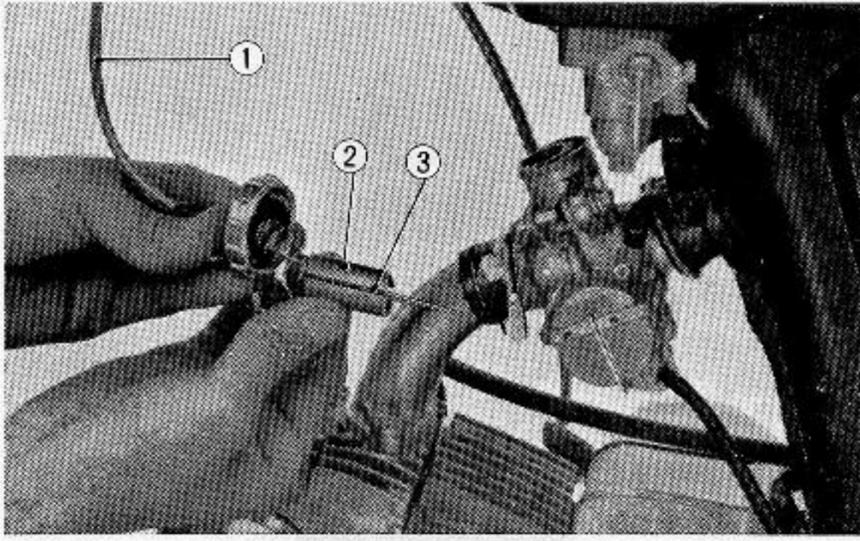

Abb. 4.4 Gaszug ausbauen
- ① Lenker
- ② Vorderradbremszug
- ③ Kupplungszug
(3) Zum Ausbauen des Gaszugs den Vergaserdeckel abschrauben und den Gasschieber herausnehmen. Kabelende vom Gasschieber lösen. (Abb. 4.4)